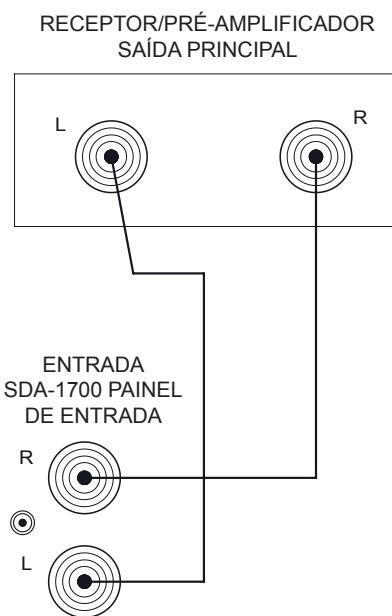

Figura 5:
- Conecte o cabo RCA de canal duplo entre as saídas de energia Esquerda e Direita do receptor/pré-amplificador e aos conectores de ENTRADA respectivos no painel traseiro do SDA-1700, como mostrado na Figura 5.